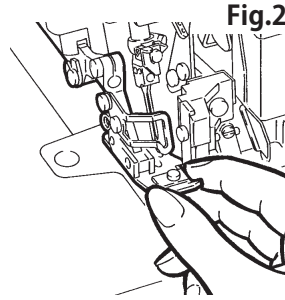

Fig.2
- Controle si el prensatelas tiene asiento firme. Al respecto, alce el prensatelas con el alzaprensatelas y trate de moverlo hacia adelante y atrás o bien hacia la izquierda y la derecha. (Fig. 2)